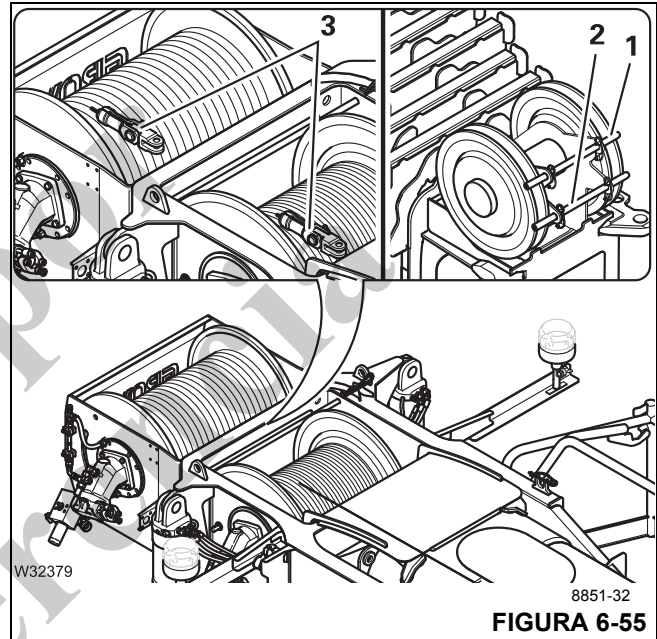

FIGURA 6-55
- Retirar las varillas (1, Figura 6-55), (2) y enrollar el cable de elevación (3) en el tambor.
- Inserte las varillas (1) y (2) y fíjelas.
- Fije el cable de elevación (3).